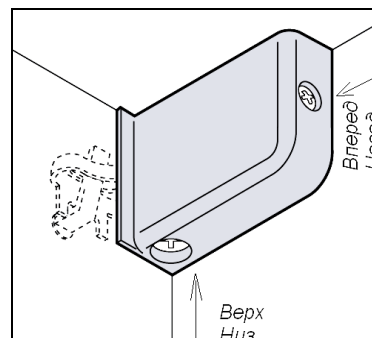

Рис. 17
5. Верхние шкафы навешиваются на монтажную шину посредством установленных на них регулируемых подвесов. Подвесы позволяют регулировать положение шкафа по высоте и глубине при помощи соответствующих винтов (Рис. 17).
Если промежуток между навесными шкафами и потолком не позволяет закрепить карниз шурупами сверху, крепление производится изнутри шкафов (Рис. 17), для чего в верхних горизонталях последних предварительно сверлятся отверстия Ø 5 мм.